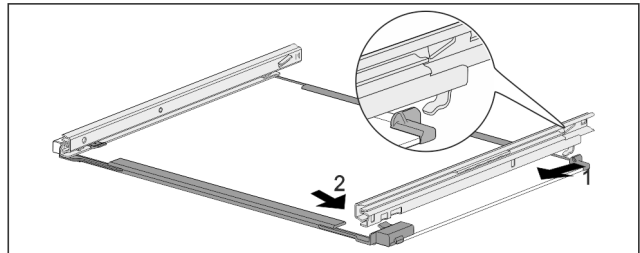

Fig. 191 Glasplaat met rails
- ▶ Rail achter vasthaken. Fig. 191 (1)
- ▶ Rail voor vasthaken. Fig. 191 (2)